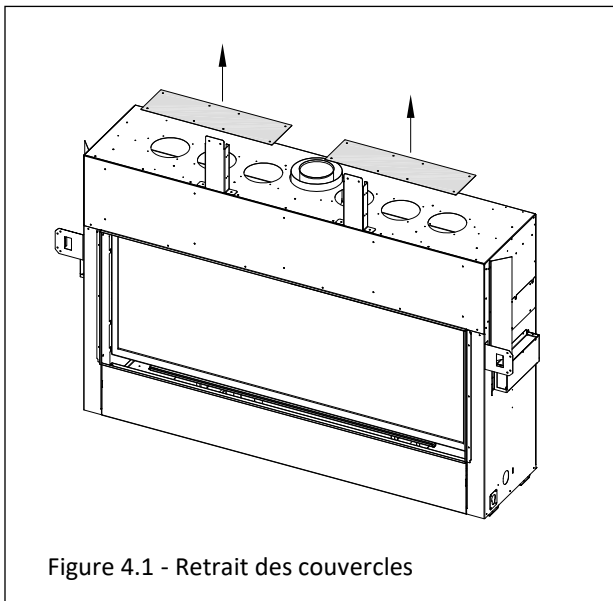

Figure 4.1 - Retrait des couvercles
1. Retirez les (16) vis à métal retenant les (2) couvercles sur le dessus du foyer, tel que montré à la Figure 4.1. Jetez ces deux couvercles. Conservez les vis à métal pour l'étape suivante.